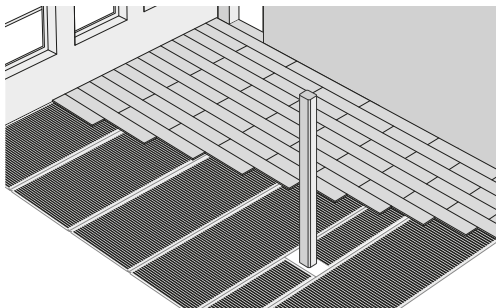

Fig. 10. Lägg golvet.
- Golvet ska installeras som ett flytande lager och får inte fästas i de underliggande lagren. (fig. 10)